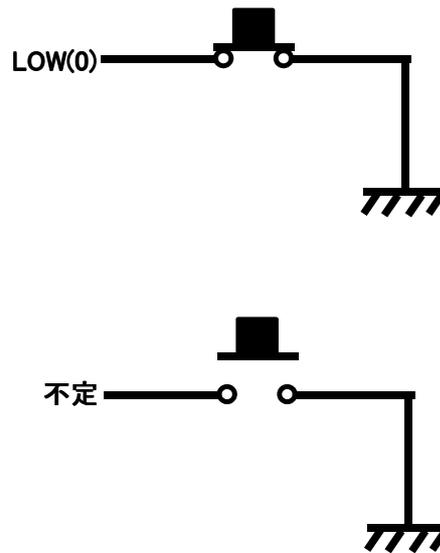

図 7.3 スイッチを押さない状態は不定になる
今考えている回路と同様に、組み込みマイコンの端子にタクトスイッチをつなぎ、その先をグラウンドにつないだとしましょう。タクトスイッチを ON にすると、マイコンの端子はグラウンドにつながり LOW(0) になります。しかし、タクトスイッチを OFF にした場合にはどうでしょう。この場合には端子はどこにもつながっていないので、HIGH(1) であるとも LOW(0) であるともいえません (図 7.3)。